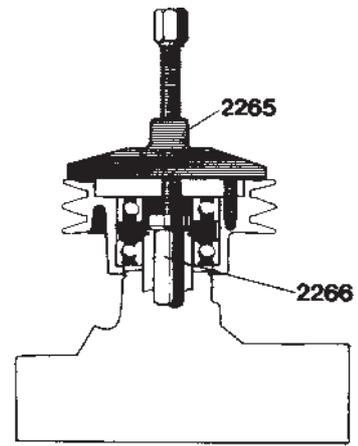

Fig. 196. Démontage de la poulie
6. Placer l'appui 2266 (figure 196) dans l'axe allongé du corps de pompe.